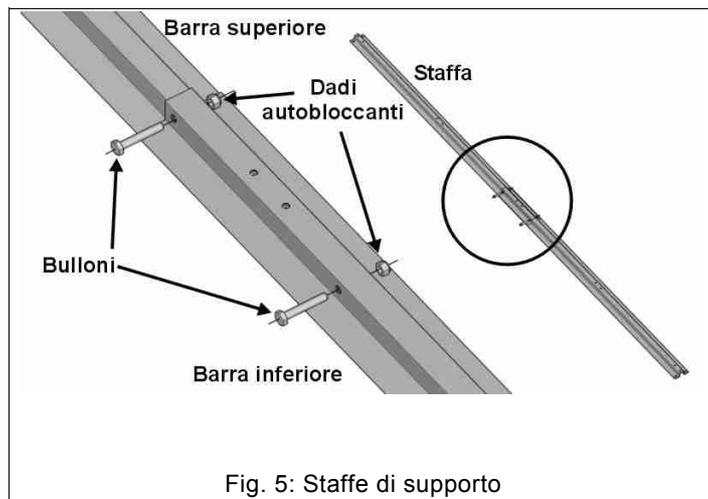

Fig. 5: Staffe di supporto
2. Si consiglia di distendere sul pavimento dei cartoni od altra protezione, come base di lavoro per la preparazione del tabellone. Per ogni tabellone deve essere preparata una coppia di staffe di supporto, unendo una barra superiore ('U' stretta) ad una inferiore ('U' larga): sormontare le due barre allineandone i fori per il passaggio dei bulloni e quindi serrarle mediante due bulloni e i dadi autobloccanti (Fig. 5).